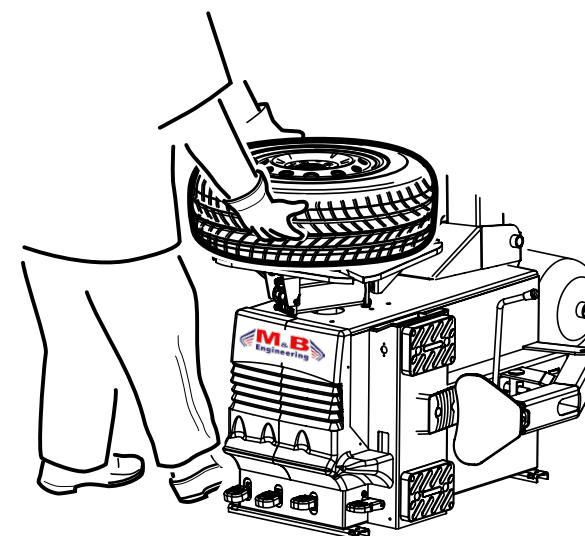

fig.44
- sollevare il pneumatico verso l'alto con entrambe le mani, permettendo all'aria (che fuori esce dai fori delle corsie) di "entrare" fra cerchio e pneumatico (fig.44).
- spingere il pedale di gonfiaggio (L) fino a fine corsa, per ottenere la fuoriuscita dell'aria dalle corsie e, allo stesso tempo, rilasciare il pneumatico per consentire l'intallamento.
N.B.: qualora il pneumatico non si "intalloni" ripetere scrupolosamente le operazioni suddette. Una volta intallato il pneumatico, continuare l'operazione di gonfiaggio, premendo il pedale di gonfiaggio (L) nella posizione intermedia, fino a raggiungere la pressione desiderata.
- Raise the tyre with both hands to allow the air (which comes out of the tracks) to get between rim and tyre (fig.44).
- Press the inflation pedal (L) completely down to obtain the air output from the tracks. At the same time release the tyre to allow the beading in.
N.B.: Whenever the tyre does not bead in, repeat all the stages in the above sequence. When the tyre is beaded in, continue inflation by pressing the pedal (L) in the intermediate position until the desired pressure is reached.
- soulever des deux mains le pneu vers le haut, permettant à l'air (qui sort des orifices de la voie de "pénétrer" entre la jante et le pneu (fig.44).
- presser sur la pédale de gonflage (L) jusqu'à la fin de la course, pour permettre la sortie de l'air des voies et en même temps, libérer le pneu pour en permettre l'intalonnement.
N.B. Au cas où le pneu ne "s'intalonnerait pas" répéter soigneusement les susdites opérations. Après avoir intalonné le pneu, continuer l'opération de gonflage en pressant sur la pédale de gonflage (L) dans la position intermédiaire, jusqu'à atteindre la pression désirée.
- den Reifen mit beiden Händen hochheben, damit so die Luft (die aus den Öffnungen der Gänge austritt) zwischen Felgen und Reifen "eindringen" kann (Abb. 44);
- das Aufpumpedal (L) bis Umlaufende betätigen, damit die Luft aus den Gängen ausströmt und gleichzeitig den Reifen herunterlassen, um so die Einwulstung zu ermöglichen.
- Levante el neumático hacia arriba con ambas manos, consentiendo al aire (que sale por los orificios de los recorridos) de entrar entre llanta y neumático (fig. 44)
- Apriete el pedal de hinchamiento (L) hasta el tope del recorrido, para obtener la salida del aire de los recorridos y contemporáneamente relaje el neumático para consentir su talonamiento.